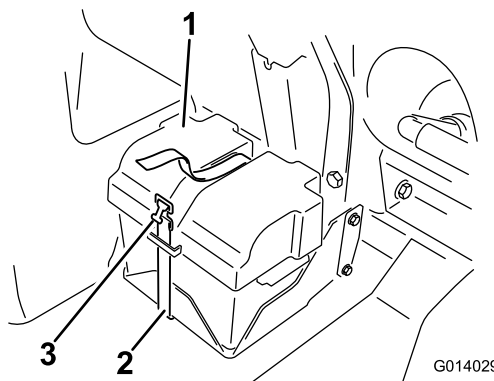

Figura 83
2. Retire la tapa de la batería y desconecte el cable negativo de tierra (negro) del borne de la batería (Figura 83).
4. Instale la tapa de la batería y sujétela con la correa que retiró anteriormente (Figura 83).